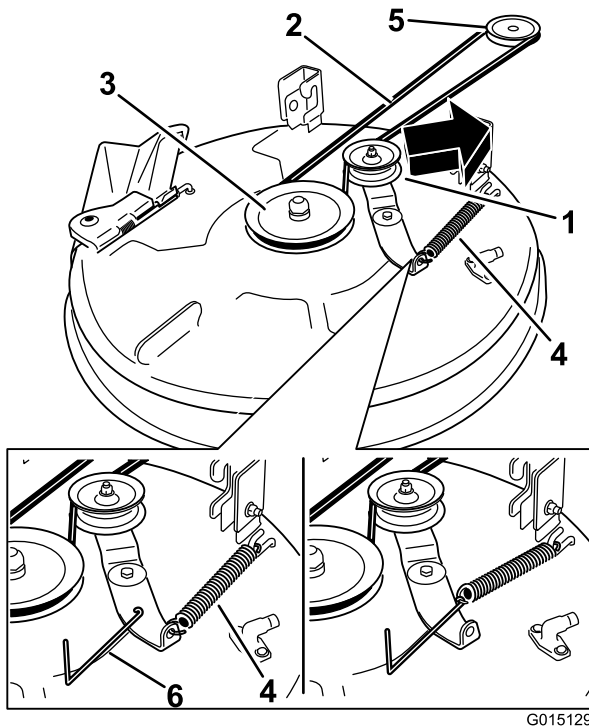
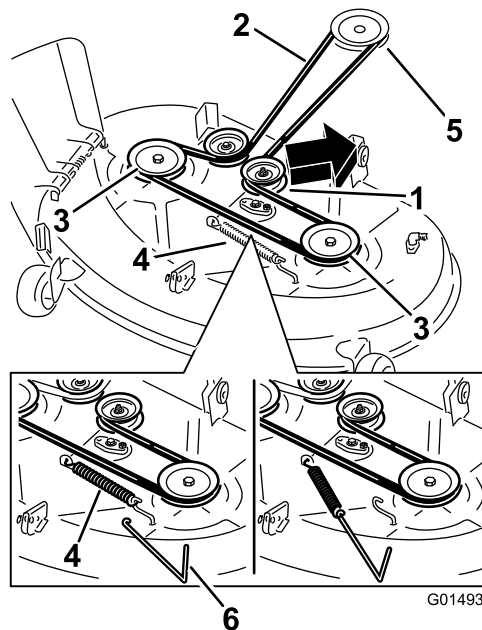

Figura 54
Figura 55
da plataforma para retirar tensão da polia intermédia e role a correia para fora das polias (Figura 54 e Figura 55).
7. Coloque a nova correia em redor da polia do motor e nas polias do cortador (Figura 54 e Figura 55).
8. Utilize um removedor de molas (peça Toro n.º 92-5771), instale a mola intermédia por cima do gancho da plataforma para colocar tensão da polia intermédia e na correia do cortador (Figura 54 e Figura 55).